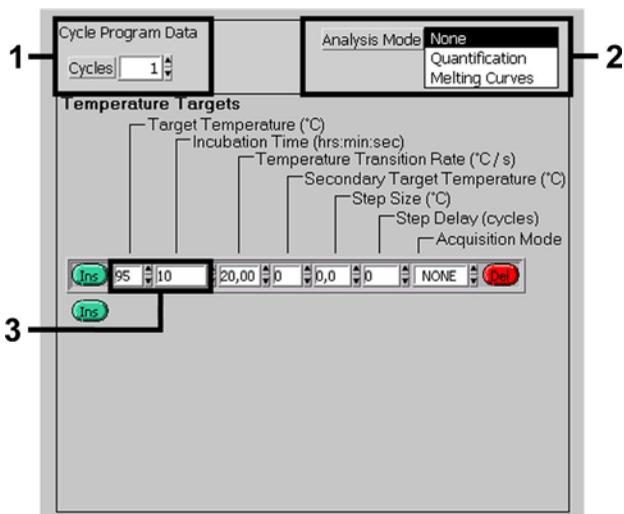

Fig. 4: Activación inicial de la enzima *hot-start*.
- B. Activación inicial de la enzima *hot-start* (arranque en caliente) Fig. 4